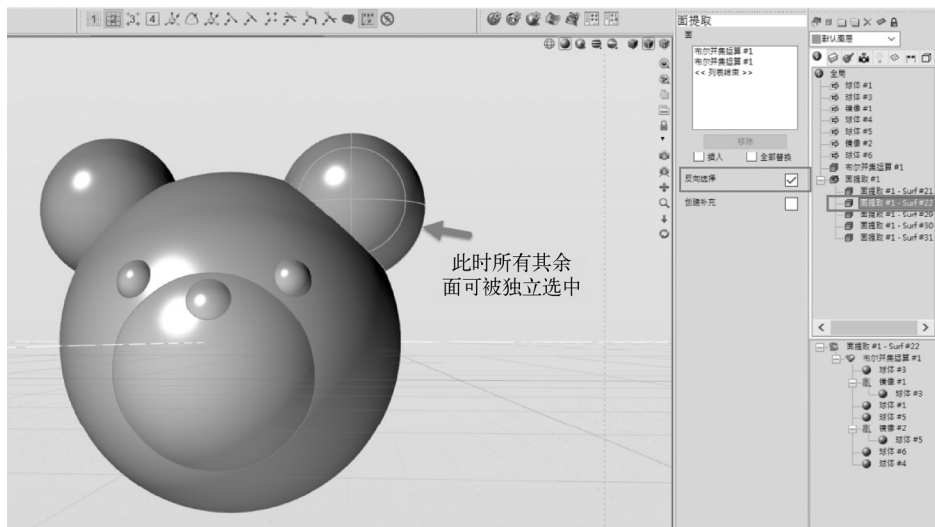

图 4-177 反向选择提取面
3) 保持该对象组仍处于选中状态。在控制面板中, 勾选“反向选择”复选框, 可见“面提取#1”对象组中更换为其余所有面, 并且都可单独被选中, 如图 4-177 所示。